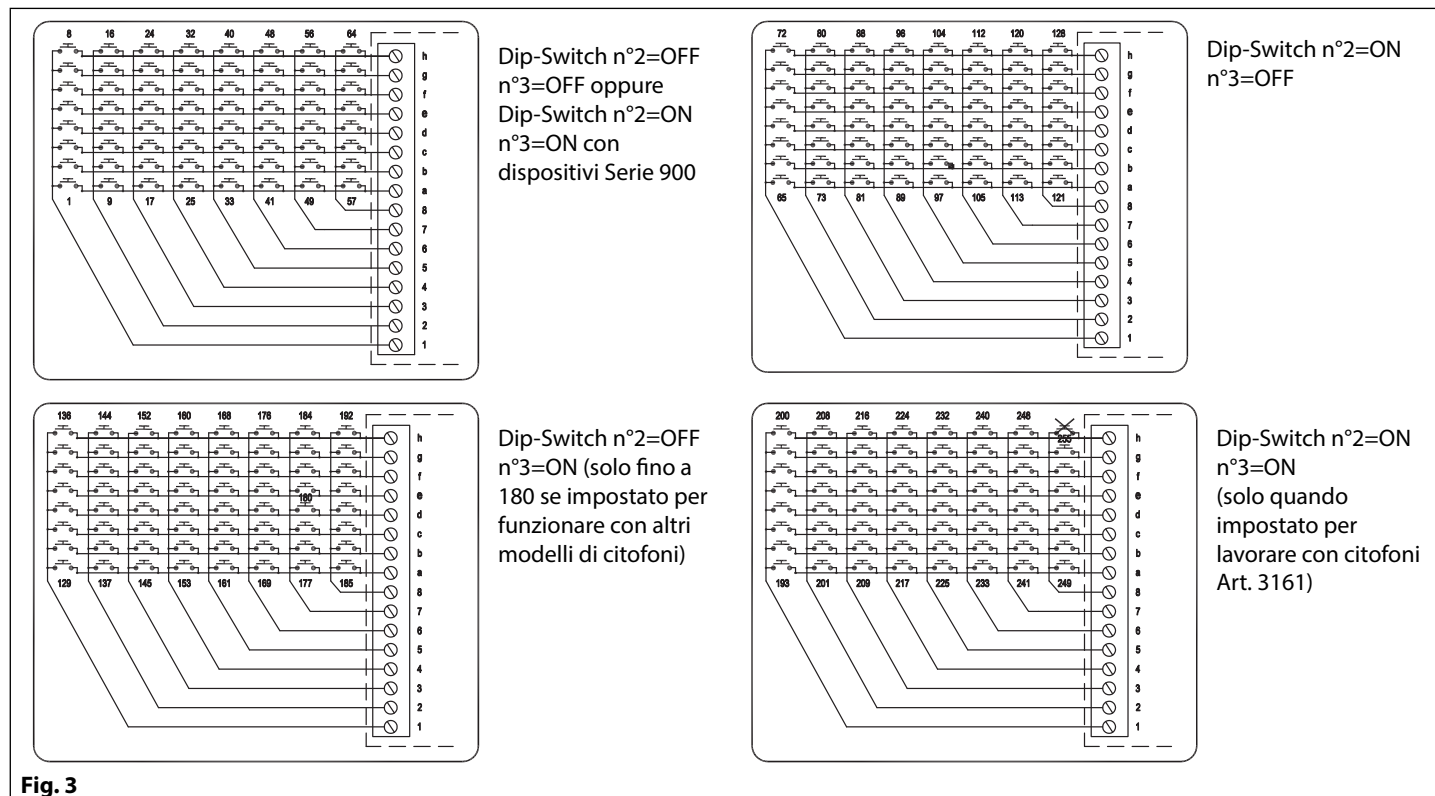

Fig. 3
- Collegare il comune pulsanti del modulo ad uno dei morsetti dell'Art. 2203 contrassegnati dai numeri da **1** ad **8** in base agli identificativi citofono che si desidera vengano generati dai pulsanti (es. con i Dip-switch nr.2 e 3 entrambi ad OFF e collegando il comune pulsanti al morsetto **1**, sono disponibili gli ID CITOFOONO da 1 ad 8, collegandolo al **2** quelli da 9 a 16 e così via come mostrato in **Fig. 2** e **Fig. 3**);
- Collegare ciascun pulsante del modulo ad uno dei morsetti contrassegnati dalle lettere da **a** ad **h** in base all'ID CITOFOONO che si desidera associare al pulsante (es. con i Dip-switch nr.2 e 3 entrambi ad OFF e con il comune pulsanti connesso al morsetto **2**, collegare il pulsante al morsetto **a** per avere l'ID CITOFOONO 9, al **b** per il 10 e così via come mostrato in **Fig. 2** e **Fig. 3**).